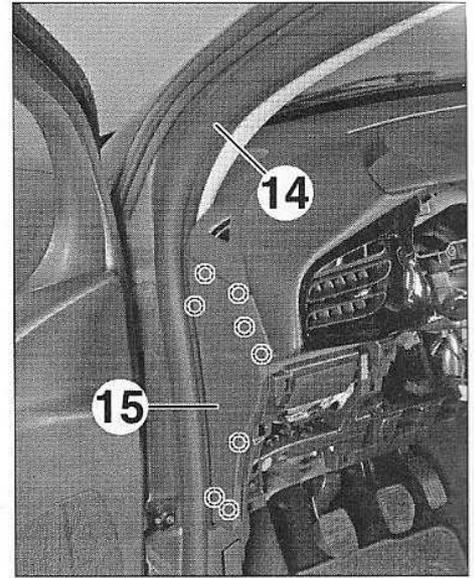

FIG.14
- Dégager le joint d'entourage de porte (14) du montant de pare-brise et de la planche de bord (Fig.14).
- la garniture latérale de planche de bord (15),